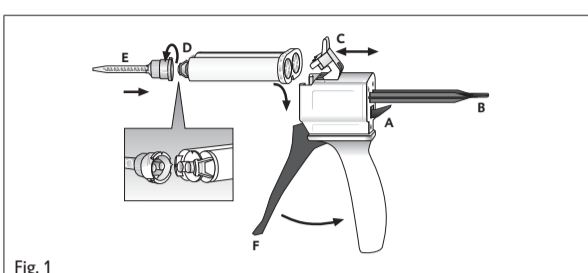

Fig. 1
1. Den Hebel [Fig. 1, Pos. A] an der Rückseite des Automix-Dispensers nach oben drücken und den Schieber [Fig. 1, Pos. B] vollständig zurückziehen.
2. Kunststoffriegel [Fig. 1, Pos. C] nach oben klappen, die Kartusche einsetzen und mit dem Kunststoffriegel [Fig. 1, Pos. C] arretieren.
1. Kartuschenkappe [Fig. 1, Pos. D] oder benutzte Mischkanüle nach Drehung um 90° gegen den Uhrzeigersinn abziehen und werfen.
2. Neue Mischkanüle [Fig. 1, Pos. E] aufsetzen.
- ▶ Das Material durch Betätigen des Hebels [Fig. 1, Pos. F] am Automix-Dispenser in der Mischkanüle mischen und direkt applizieren.
2. Kunststoffriegel [Fig. 1, Pos. C] nach oben klappen und die Kartusche entnehmen.